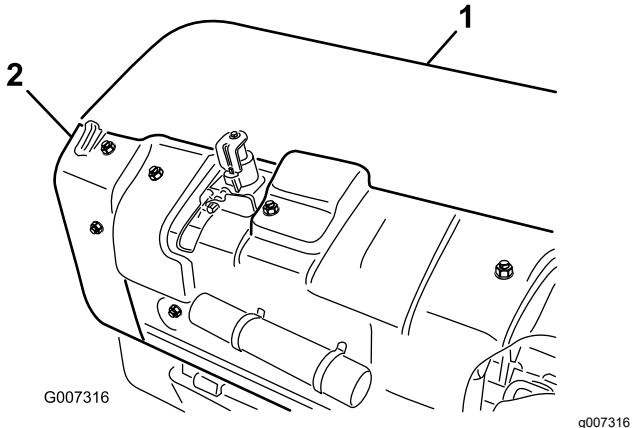

Рисунок 36
- Снимите заднюю крышку аэраторного вала (Рисунок 36).
- Отверните болты крепления щитка шкива и снимите щиток (Рисунок 36).